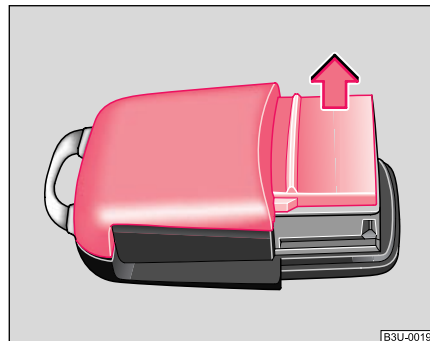

Fig. 20 Carcasa de pila sin la pieza de la llave
- Retire la tapa de la carcasa de la emisora ⇒ fig. 20 en la dirección de la flecha.